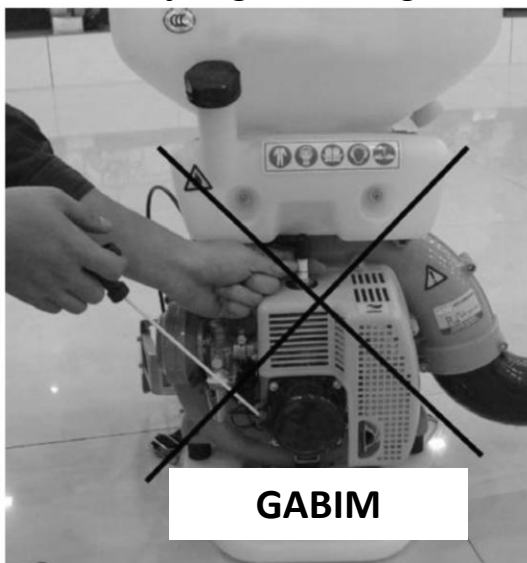

Fig 13
(1) Motori ndizet me vështirësi ose nuk mund të ndizet. Kontrolloni se a lëshon kandela shkëndija. Futeni kandelën, vendosni shufrën anësore për të prekur cilindrin. Tërhiqeni ndezësin (startuesin) dhe shikoni mes shufrave të kandelës nëse ka shkëndija. Tërhiqeni ndezësin me kujdes, mos prekni pjesën metalike të kandelës për të parandaluar goditjen elektrike siç tregohet në Fig.13.